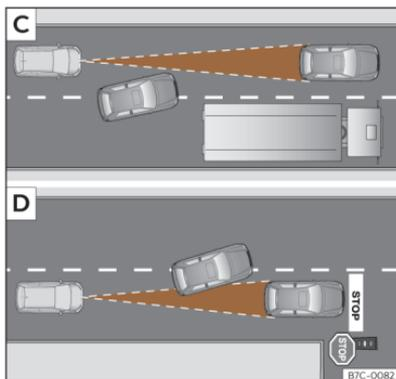

Fig. 134 [C] Cambio de carril de un vehículo. [D] Vehículo girando y otro detenido.
- Vehículos que cambien al carril por el que usted circula a poca distancia de su vehículo >>> **fig. 134 [C]**.
El ACC puede no reaccionar ante vehículos detenidos. Si, p.ej., un vehículo detectado por el ACC gira o se aparta y delante del mismo se encuentra un vehículo detenido, el ACC no reaccionaría ante este último >>> **fig. 134 [D]**.